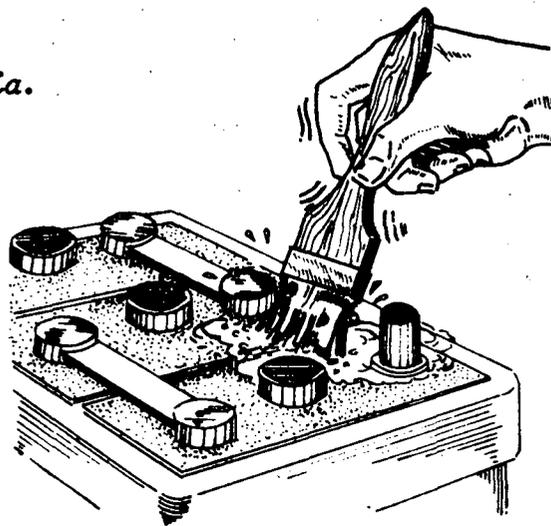

Fig. 1
- b Limpe a bateria e o suporte (fig. 1)